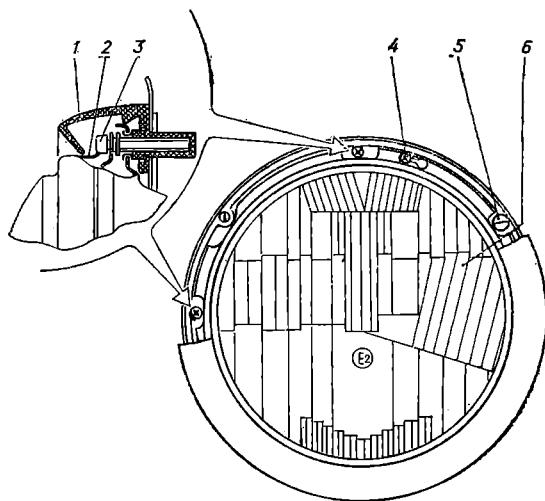

Рис. 101. Регулировка фар:
4. Включите ближний свет и вращением винтов 3 (рис. 101) (в вертикальной плоскости — верхним, в горизонтальной — боковым) установите оптические элементы б так, чтобы горизонтальная граница между световым пятном А и неосвещенным участком проходила по линии 2, а наклонные ограничительные линии исходили из точек пересечения линий Л и П с линией 2.
Для замены лампы в фаре немного отверните три винта 4 (рис. 101), крепящие ободок 2 оптического элемента б к корпусу, и проверните ободок против часовой стрелки до совмещения голо-